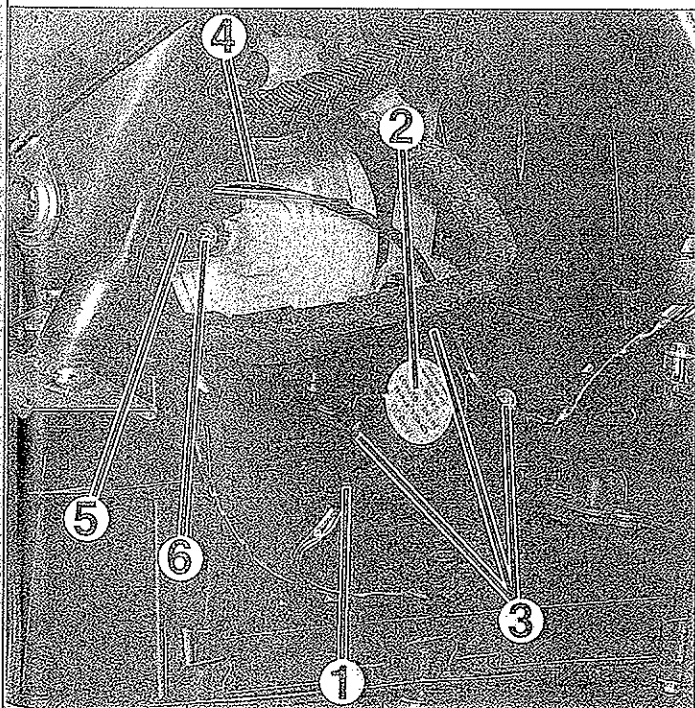

FIG. 15
Desenchufar el conector (1) del motor (2) de mezcla de aire (fig. 15).
• Desenchufar el conector (4) del motor (5) de mezcla de aire (fig. 15).
• Desmontar los tres tornillos de fijación (6) del motor y desmontarlo.